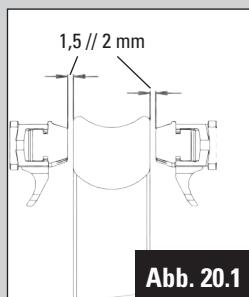

Abb. 20.1
1. Einstellung der Bremsschuhe (3 mm-Innensechskantschlüssel, Abb. 20.1) :Drehung im Uhrzeigersinn: Der Abstand zwischen Bremsschuh und Felge wird größer. Drehung gegen den Uhrzeigersinn: Der Abstand zwischen Bremsschuh und Felge wird kleiner.